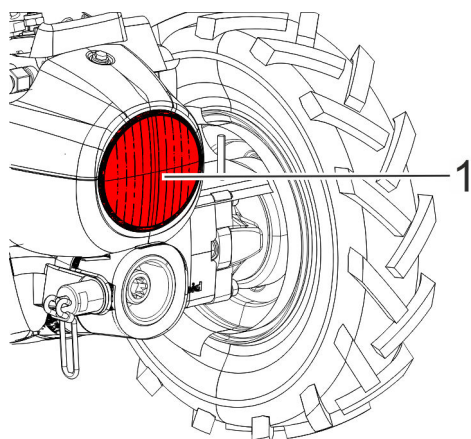

Abb. 58: Pollensieb
1. ➤ Pollensieb (Abb. 58/1) demontieren.